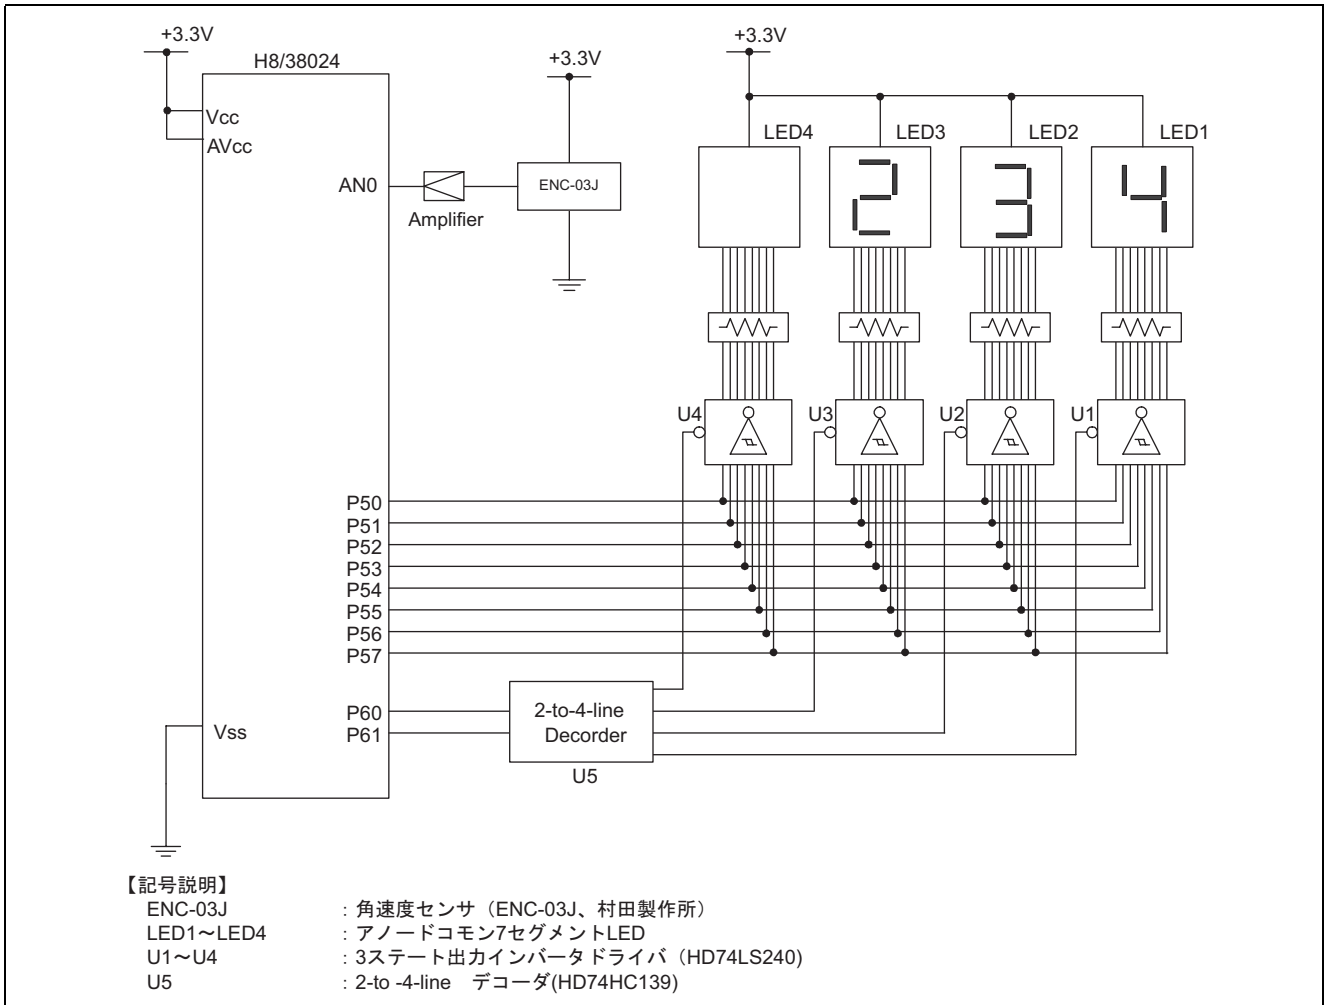

図 1 ハードウェア構成
- 図 1 に圧電型振動ジャイロセンサ接続例のハードウェア構成を示します。図 1 に示すように、センサをアナログ入力端子 0 (AN0 端子) に接続します。
- C. 図 1 の表示例「・234」では、角速度が 234 (deg/sec) であることを示します。